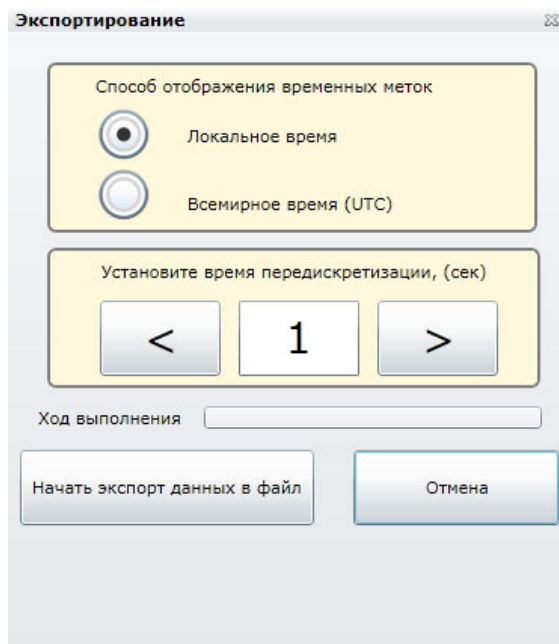

Рисунок 29 – вид вкладки Экспортирование
- 2 По завершении выбора файла нажать кнопку «Сохранить» (или «Save» в англоязычной версии Windows), при этом появится окно **Экспортирование** (Рисунок 29).